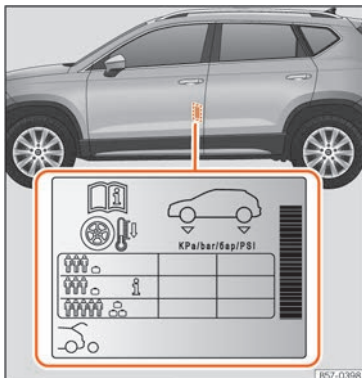

Abb. 218 Einbauort des Aufklebers für den Reifendruck.
- Passen Sie bei größerer Zuladung den Reifendruck entsprechend an »» (Abb. 218).
Die Angaben zum Reifendruck befinden sich auf dem Aufkleber an der Fahrertürsäule »» (Abb. 218).
Der Reifendruck muss der aktuellen Fahrzeugbelastung angepasst werden. Wenn das Fahrzeug voll beladen werden soll, muss der Reifendruck entsprechend dem auf dem Reifendruck-Aufkleber angegebenen maximalen Wert erhöht werden »» (Abb. 218).
Füllen Sie bei einem minimierten Notrad (125/70 R16 oder 125/70 R18) auf einen Druck von 4,2 bar, gemäß Angabe auf dem Aufkleber mit den Reifendruckwerten »» (Abb. 218).
Je nach Fahrzeug kann der Reifendruck auf halbe Last eingestellt werden, um den Fahrkomfort zu verbessern (Reifendruck »» (Abb. 218)). Beim Fahren mit Komfort-Reifendruck kann sich der Kraftstoffverbrauch leicht erhöhen.
- Der Fahrer ist verantwortlich für den richtigen Reifenfülldruck an allen Reifen am Fahrzeug. Der empfohlene Reifenfülldruck befindet sich auf einem Aufkleber >>> [Abb. 218].
- Immer den richtigen Reifenfülldruck am kalten Reifen einhalten, wie auf dem Aufkleber angegeben >>> [Abb. 218].